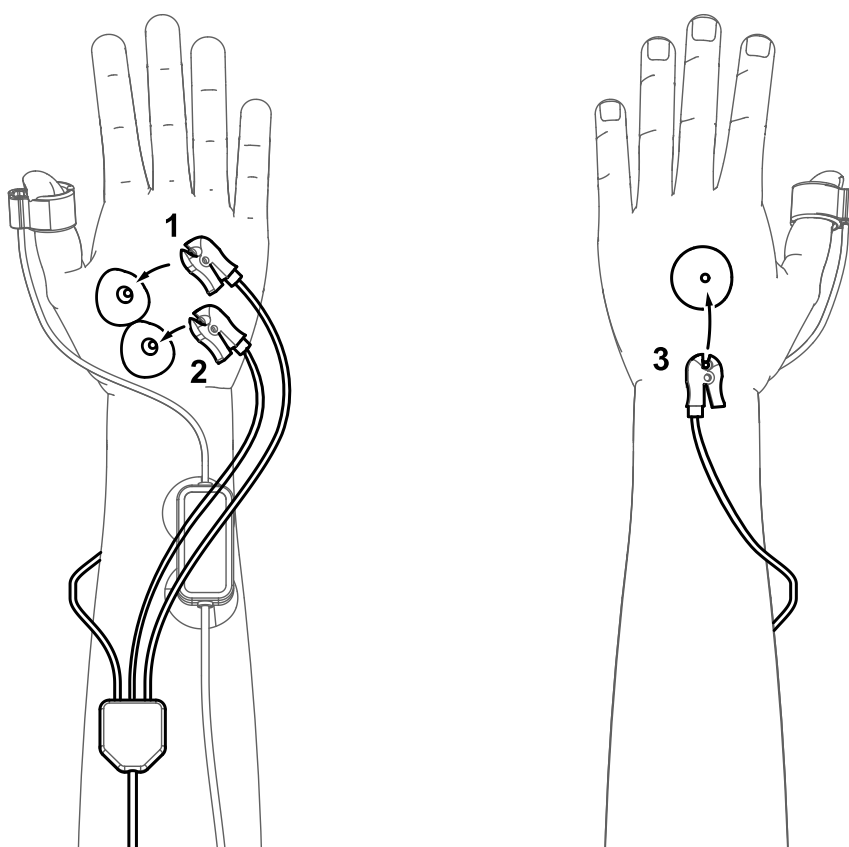

Рисунок 48 – Вариант 1 размещения электродов кабеля ЭМГ
Вариант 1: белый электрод (1) размещают на возвышении большого пальца руки, красный (2) на расстоянии 1–2 см от белого электрода по направлению волокон мышцы в сторону основания большого пальца, черный (3, референтный) размещают на тыльной стороне кисти (рисунок 48).